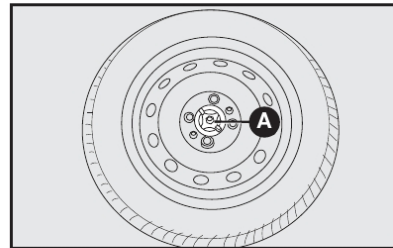

fig. 11
15) colocar a roda substituída no compartimento da roda sobressalente fixando-a com o dispositivo de bloqueio A-fig. 11.